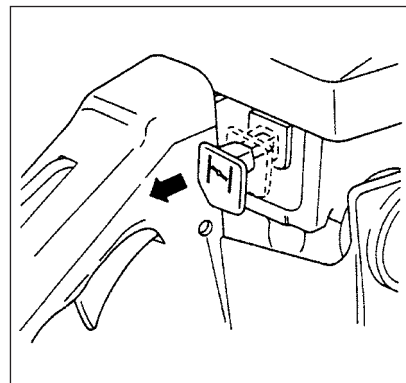

Рис. 2-3
2. Полностью вытянуть ручку заслонки в закрытое положение. При этом дроссель автоматически заблокируется в пусковом положении. (Рис. 2-3)